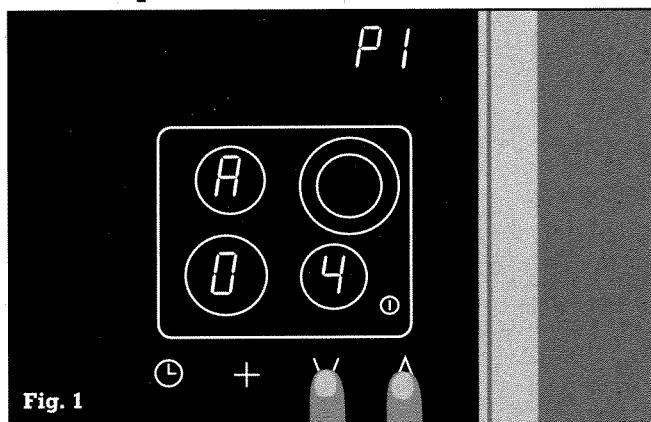

Fig. 1
- La table de cuisson étant allumée, effleurez les symboles ∇ et \blacktriangle . Un signal sonore se fait entendre. Maintenez les doigts enfoncés pendant quelques secondes jusqu'à ce qu'un second signal sonore se fasse entendre et que **P i** s'allume sur l'afficheur de la minuterie. Enlevez les doigts des symboles. Sur l'afficheur des zones de cuisson, apparaît **R 04**, ce qui correspond à une durée de fonctionnement de 4 minutes de l'accélérateur de chauffe (fig. 1).